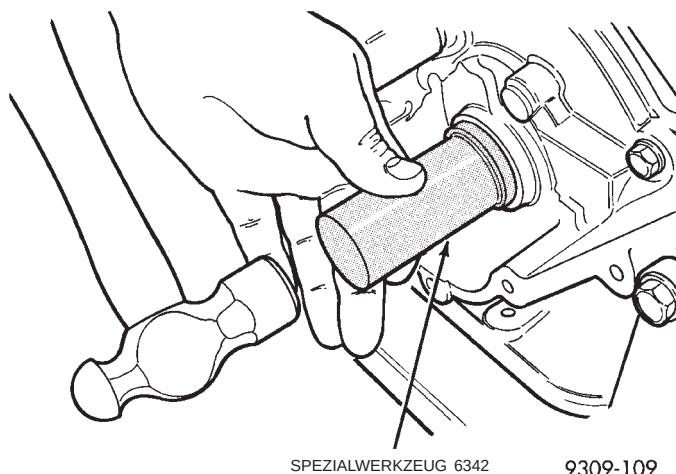

Abb. 80 Kurbelwellendichtring/Spezialwerkzeug 6342—Einbau
- (1) Kurbelwellendichtring mit Spezialwerkzeug 6342 einsetzen (Abb. 80).